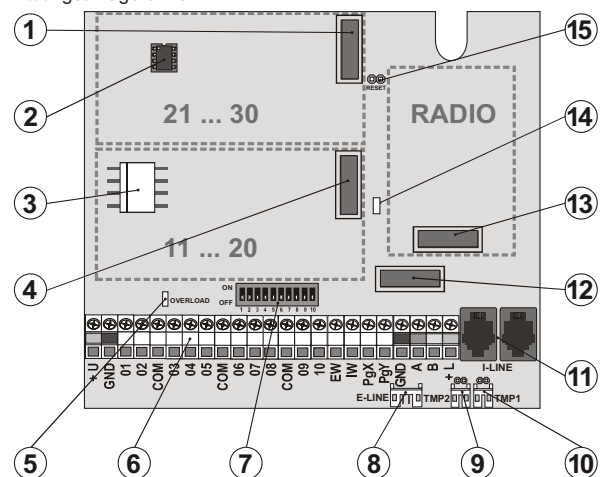

Bild 1 Grundplatte der Vermittlungsanlage
1. **Stecker für den zweiten Modul der Drahteingänge JA-82C** – bestimmt für den Modul der Eingänge mit der Adresse L21 bis L30. Für seine Funktion muss immer der erste Modul (Bild 1, Position 4).
Beim Ansetzen von nur einem Modul JA-82C (Erweiterung auf zwanzig Eingänge) muss die Position 4 Modul benutzt werden - siehe Bild 1.
Das Funkmodul JA-82R wird in die Position 13 siehe Bild 1 eingefügt. Die Antenne für das Modul ist in der Beipackung und wird durch das einschieben in die Fugen an den Seiten des Schrankes montiert siehe **Bild. 9**. Somit kommt es zum verbinden des Steckers der Antenne mit den Pins auf den Modul JA-82R. Durch das einlegen des Moduls ist es möglich in das System die drahtlosen Elemente zu lehren.